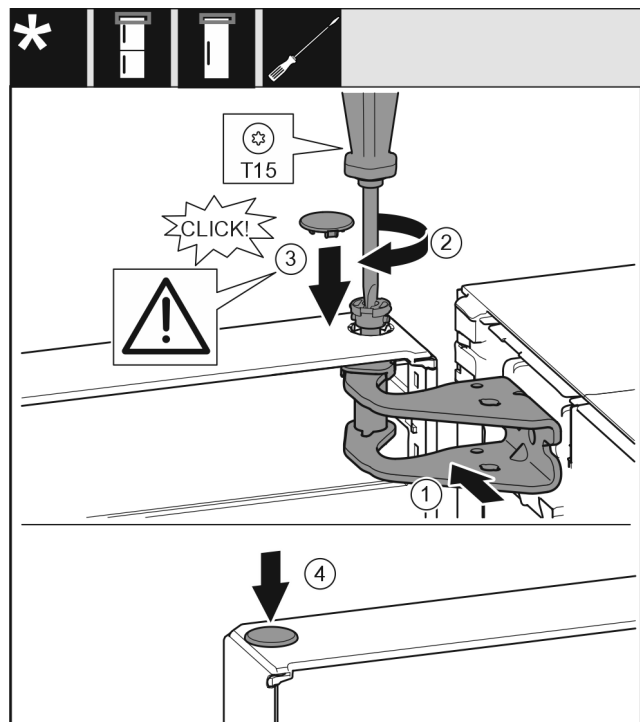

Fig. 26
- Tür oben zur Öffnung im Lagerbock Fig. 26 (1) ausrichten.
- Bolzen Fig. 26 (2) einsetzen und mit Schraubendreher festschrauben.
- Abdeckung Fig. 26 (3) einsetzen.
- Kontrollieren, dass die Abdeckung Fig. 26 (3) auf der Tür aufliegt.
- Abdeckung Fig. 26 (4) einsetzen.